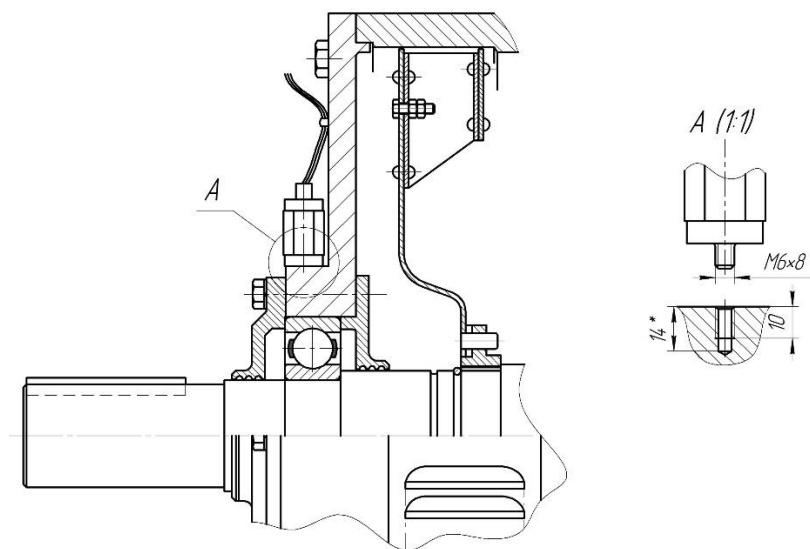

Рис. 6.1 Пример установки датчика вибрации на подшипниковый щит машины
6.2.2 Закрепить датчики вибрации на подшипниковых щитах защищаемых машин (как можно ближе к подшипникам, перпендикулярно оси вращения) согласно рис. 6.1. При этом возможны следующие варианты установки датчиков: